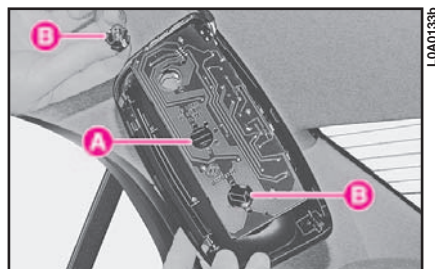

fig. 35
2) Per sfilare i portalampade ruotarli in senso antiorario (**fig. 35**).